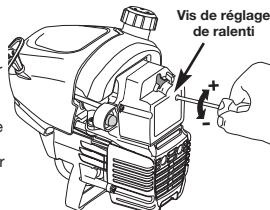

Fig. 40
Vous pouvez régler le ralenti du moteur à travers le couvercle du filtre à air/silencieux (Fig. 40).
2. Relâchez le levier d'accélérateur et laissez le moteur au ralenti. Si le moteur s'arrête, insérez un petit tournevis à embout cruciforme dans le trou du couvercle du filtre à air/silencieux (Fig. 40). Vissez la vis de 1/8 de tour à la fois (selon le besoin), jusqu'à ce que le moteur tourne au ralenti.